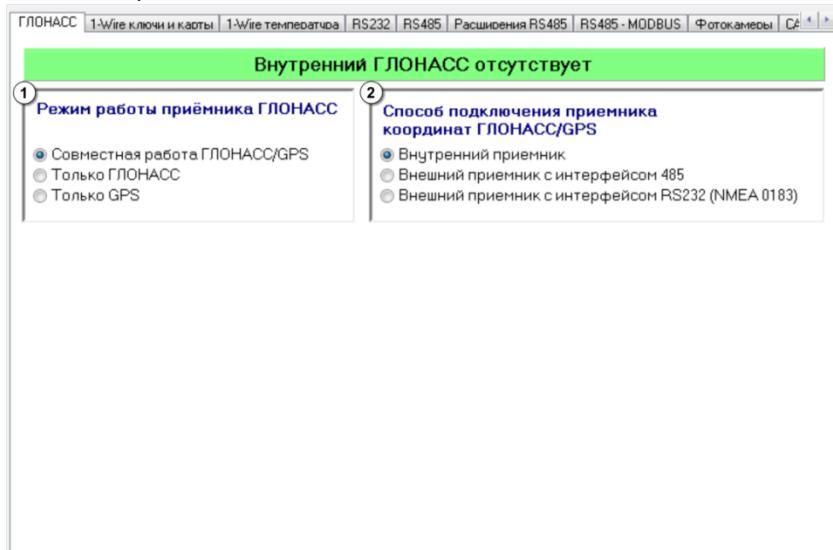

Рис.24 – ГЛОНАСС.
- использовать интерфейс 485 для подключения внешнего приемника координат ГЛОНАСС/GPS** - при выборе данной опции для подключения внешнего приемника координат ГЛОНАСС/GPS используется интерфейс 485. Опция дублируется во вкладке «ГЛОНАСС» (рис.24,п.2.2).